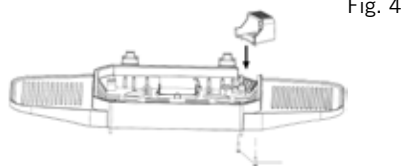

Fig. 4
7. Placez le support de prise femelle [7]/(H) conformément aux indications de la Fig. 4 dans l'ouverture prévue sur le corps du barbecue et fixez le support avec 2 vis ST 3x10 (D).